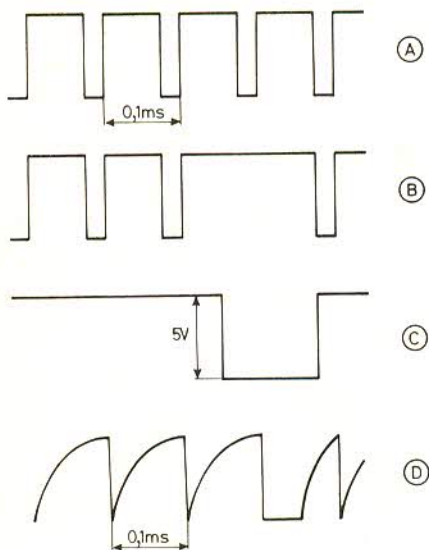

Fig. 3
Voici à la figure 3 quelques formes de signaux non sinusoïdaux :
Si  $f$ , fréquence du signal diminue ou, ce qui revient au même, la période  $T$  du signal augmente, ou encore, une ou plusieurs impulsions sont manquantes (voir B fig. 3), cela équivaut à une augmentation de la période, le temps de charge de  $C_T$  peut s'achever ce qui produit le signal
d'alarme (C) (fig. 3). En (D) même figure, on donne la forme de la tension aux bornes du condensateur  $C_T$ . A noter que le signal d'alarme C, est une longue impulsion négative de 5 V. La période du signal D est évidemment de même valeur que celle du signal d'entrée, 0,1 milliseconde.